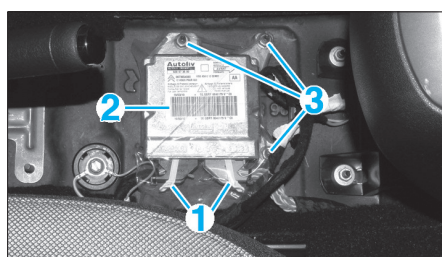

FIG. 10
- Débrancher les connecteurs (1) du calculateur d'airbag (2) (Fig.10).